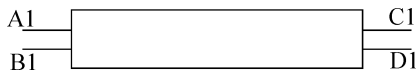

图 15-78 修剪水平直线
(5) 单击“默认”选项卡“修改”面板中的“修剪”按钮, 选择矩形作为修剪边, 对两条水平直线进行修剪, 修剪结果如图15-78所示。